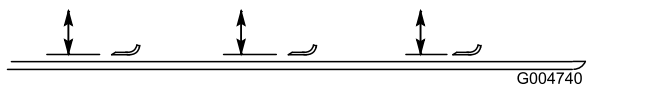

Figura 130
4. Gire la cuchilla hasta que los extremos estén orientados hacia adelante y hacia atrás y mida desde el interior de la carcasa del cortacésped al filo de corte en la parte delantera de la cuchilla (Figura 130).